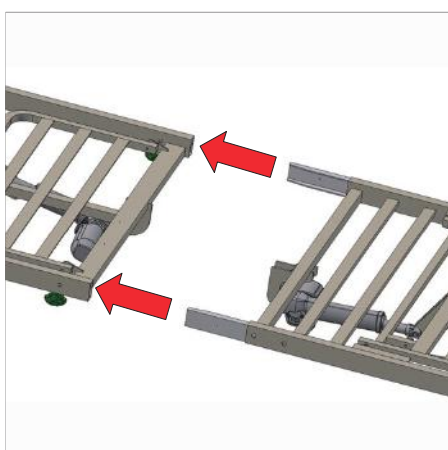

Figure 5: Connexion à la plate-forme
15. Alignez soigneusement les deux sections du lit et glissez-les ensemble (Figure 5)